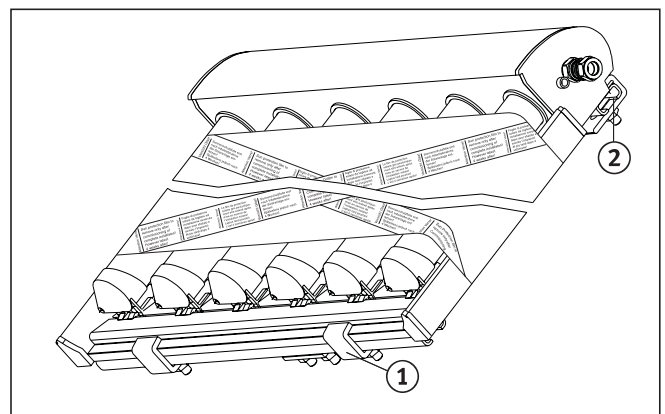

Abb. 4.31 Montage des Kollektors
- Legen Sie den Kollektor auf die Auflageschienen und lassen Sie ihn in die untere Krallen rutschen (Abb. 4.31, Pos. 1).